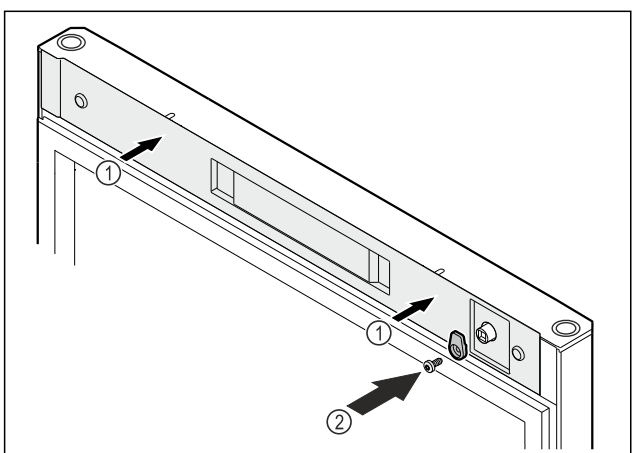

Fig. 54
- ▶ Uždėkite dengiamąją plokštelę Fig. 54 (1).
- ▶ Prisukite uždarymo kabliuką Fig. 54 (2).